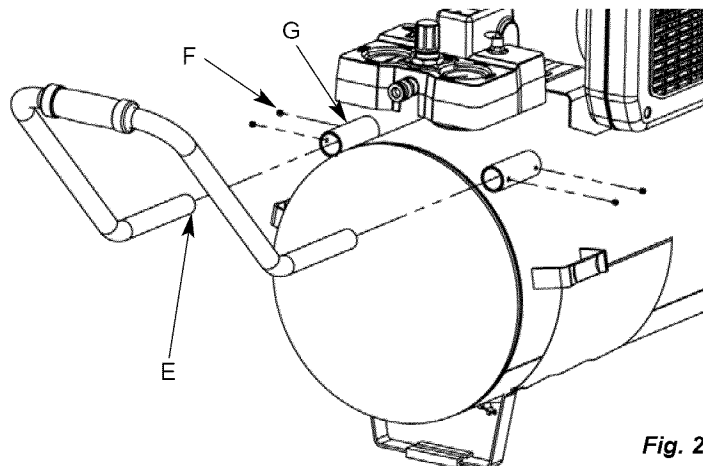

Fig. 2
- Installez la poignée en détachant les vis de réglage (F) et puis le placement de la poignée finit (E) dans les parenthèses (G) de poignée et fixez avec les vis de réglage (F) (voir la fig. 2). Serrez vis utilisant une clef à six pans de la taille 3mm (non incluse).